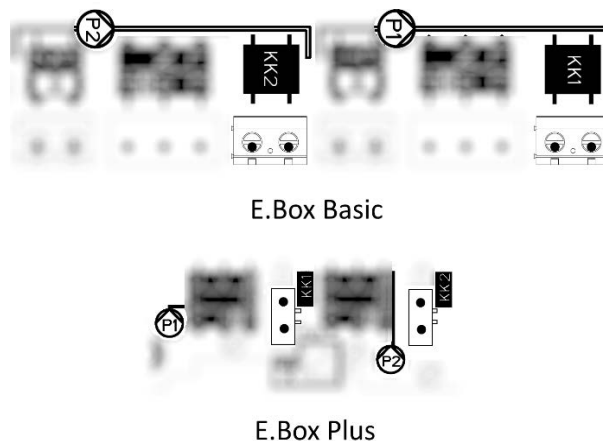

Figura 21: Intrări protecție termică KK
- **Protecție termică Motoare:** dispozitivul posedă o intrare pentru protecția termică a oricărui motor. Dacă motorul utilizat este prevăzut cu protecție termică, se poate conecta această protecție la bornele KK. Dacă protecția nu este prezentă în motor bornele trebuie să fie conectate cu punți. Bornele sunt vizibile in Figura 21.